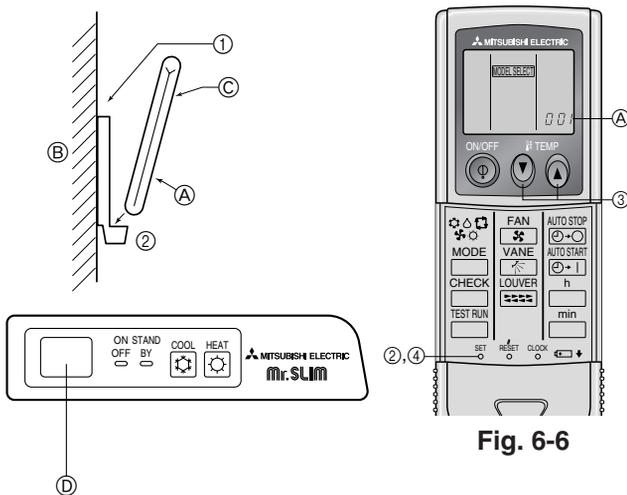

Fig. 6-5
2) Wijze van Installeren (Fig. 6-5)